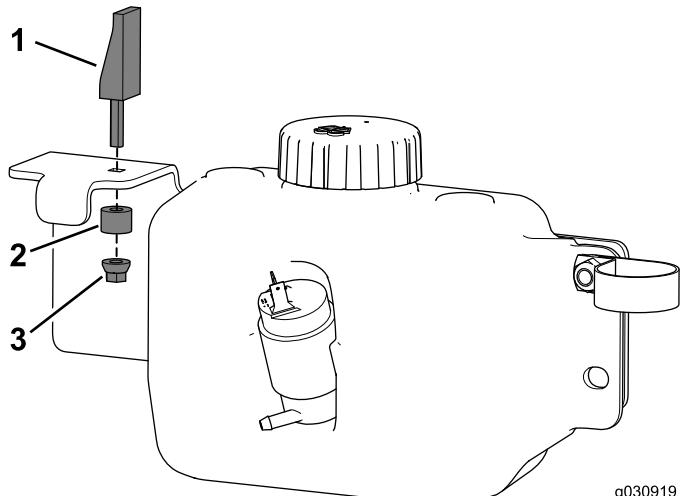

図 35
- タンクマウントにスエルラッチアセンブリを取り付ける 図 35。